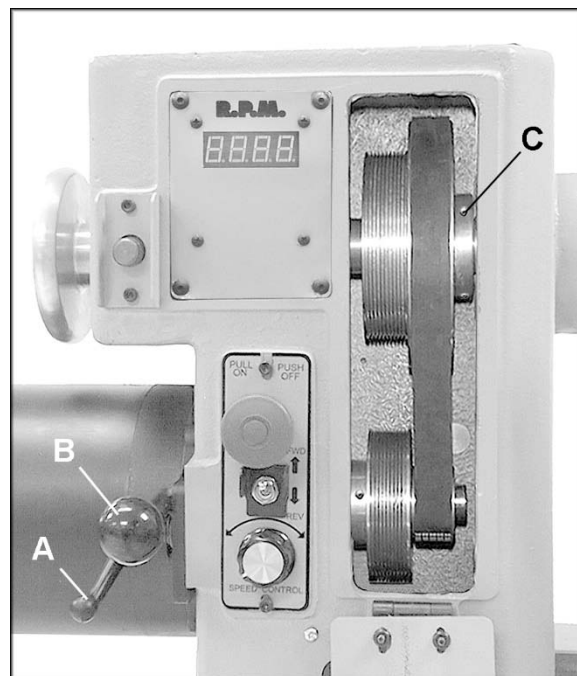

Рисунок 25
3. Ослабьте зажим подвески двигателя (А, Рис. 25) и поднимите рукоятку натяжения (В, Рис. 25), чтобы поднять двигатель. Затяните зажим подвески двигателя (А, Рис. 25), чтобы зафиксировать двигатель в данном положении.
5. Ослабьте зажим подвески двигателя (А, Рис. 25) и опустите двигатель, чтобы натянуть ремень. Убедитесь, что выступы поликлинового ремня точно расположились по пазам шкива. Не перетягивайте ремень. Достаточно легкого нажатия на рычаг (В, Рис. 25), чтобы предотвратить проскальзывание ремня.
6. Затяните зажим подвески двигателя (А, Рис. 25).
изготовителе, но если было произведено техническое обслуживание, повлиявшее на их расположение, очень важно, чтобы шкивы были выровнены. Чтобы выровнять их вновь, ослабьте два установочных винта на шкиве шпинделя (С, Рис. 25) при помощи шестигранного ключа и передвиньте шкив в нужную позицию. Затяните винты.